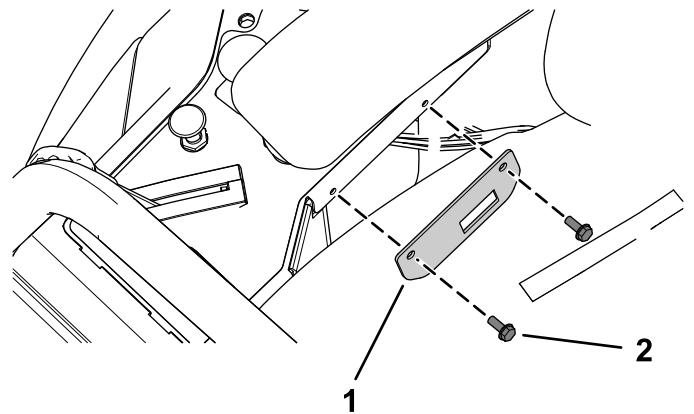

Bild 7
1. Befestigen Sie die Lichtschalterhalterung mit zwei Blechschrauben (Nr. 10 x 1/2"), wie in Bild 7 abgebildet.